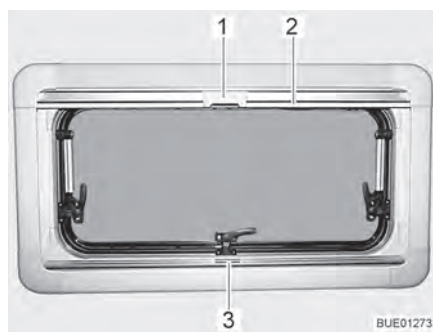
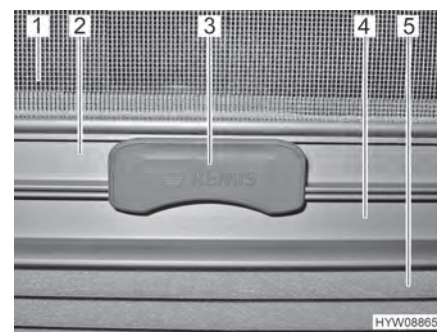

Bild 22 Ausstellfenster
Bild 23 Raste
Die faltverdunklung (Bild 23,5) befindet sich im unteren Rollokasten.
- faltverdunklung in der Mitte der Griffleiste (Bild 22,3 und Bild 23,4) fassen, von unten nach oben ziehen und auf der gewünschten Höhe loslassen. Die faltverdunklung bleibt in dieser Höhe stehen.
Das Insektenschutzrollo (Bild 23,1) befindet sich im oberen Rollokasten.
- Insektenschutzrollo an der Griffleiste (Bild 22,2 und Bild 23,2) nach unten ziehen, bis es an der Griffleiste der faltverdunklung (Bild 23,4) anstößt.
- Raste (Bild 22,1 und Bild 23,3) am Insektenschutzrollo mit der Griffleiste der faltverdunklung verriegeln. Wenn die Raste verriegelt ist, können faltverdunklung und Insektenschutzrollo gemeinsam verstellt werden.
- Raste (Bild 23,3) am Insektenschutzrollo oben drücken.
- Insektenschutzrollo an der Griffleiste (Bild 22,2) langsam zurückführen.